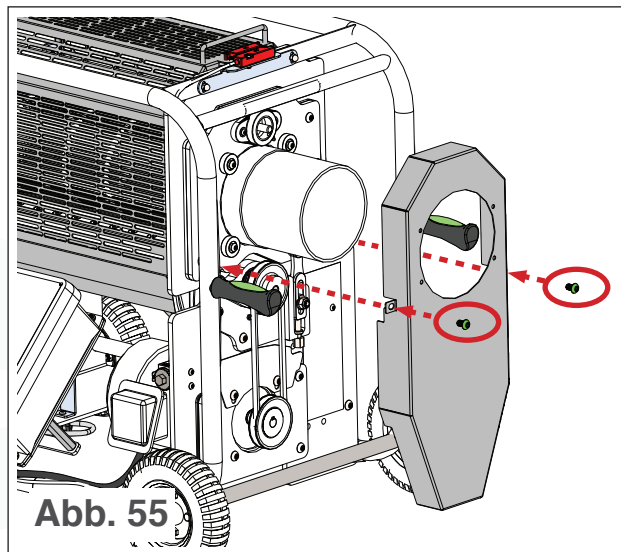

Abb. 55
14. Setzen Sie die Klingenriemenabdeckung über den Klingenriemen (siehe Abb. 55).
15. Setzen Sie die Schrauben der Klingenriemenabdeckung ein und ziehen Sie sie fest (siehe Abb. 55).